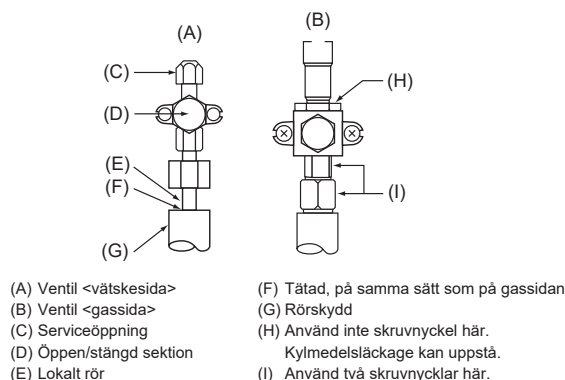

Fig. 4-5
4.4. Provmetod för att kontrollera om köldmedelsrören är lufttåta (Fig. 4-5)
- Kontrollera att ventiler (A) (B) är stängda, öppna dem inte.
- Trycksätt köldmedelsledningarna via serviceöppning (C) på ventilen för vätska, (A).